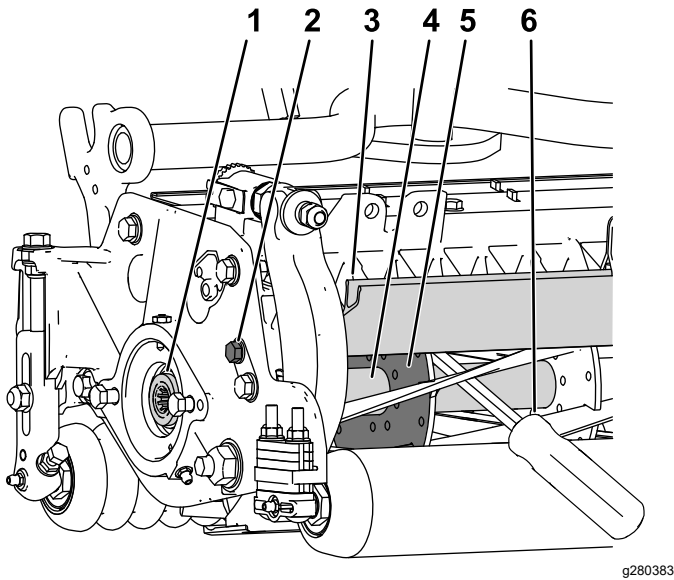

Figura 42
1. Desaperte o parafuso do resguardo no lado esquerdo da unidade de corte e eleve o resguardo traseiro (Figura 42).
2. Insira um espigão de cabo longo (recomendado ¾ x 12 pol. com pega de chave de parafusos) através da traseira do cilindro de corte, o mais próximo do lado da unidade de corte que irá apertar (Figura 42).
3. Coloque o pé de cabra contra o lado soldado da placa de suporte do cilindro (Figura 42).